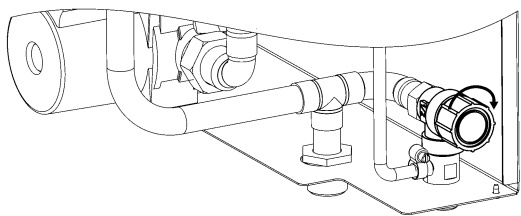

Рисунок 32. Поворот крышки клапана
14.4 В начале отопительного сезона перед запуском прибора необходимо выполнить промывку предохранительного клапана – повернуть поворотную крышку в направлении стрелки (см. рис. 32).